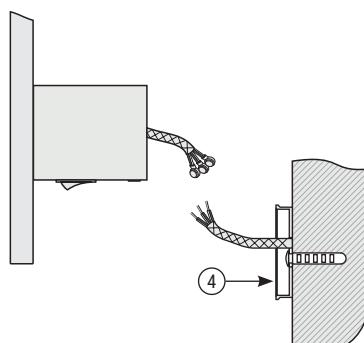

Рис.14
5.18. Подготовить концы проводов для последующего соединения и зачистить их (рис. 14).